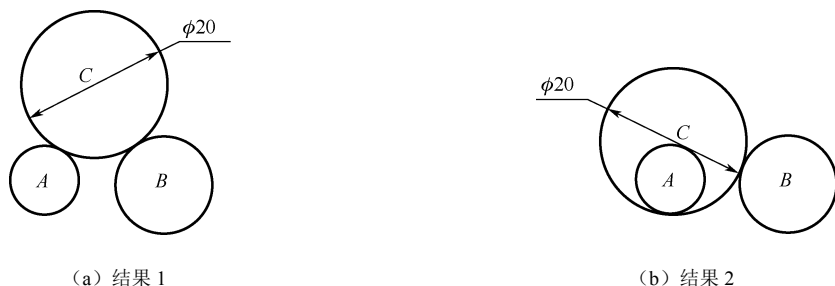

图 2-47 “相切、相切、半径”方式画圆
(5) “相切、相切、半径”方式画圆。通过指定两相切对象及圆的半径绘制圆，如图 2-47 所示。本任务操作实例中第六步即采用了此法。
圆, 因此采用此法绘制圆时要特别注意切点的捕捉位置。如图 2-47 所示, 在圆  $A$ 、圆  $B$  不同位置捕捉切点, 使用相同半径绘制相切圆, 得到两种不同结果。当然, 如果在其他位置捕捉切点, 还可以得到其他的相切圆。